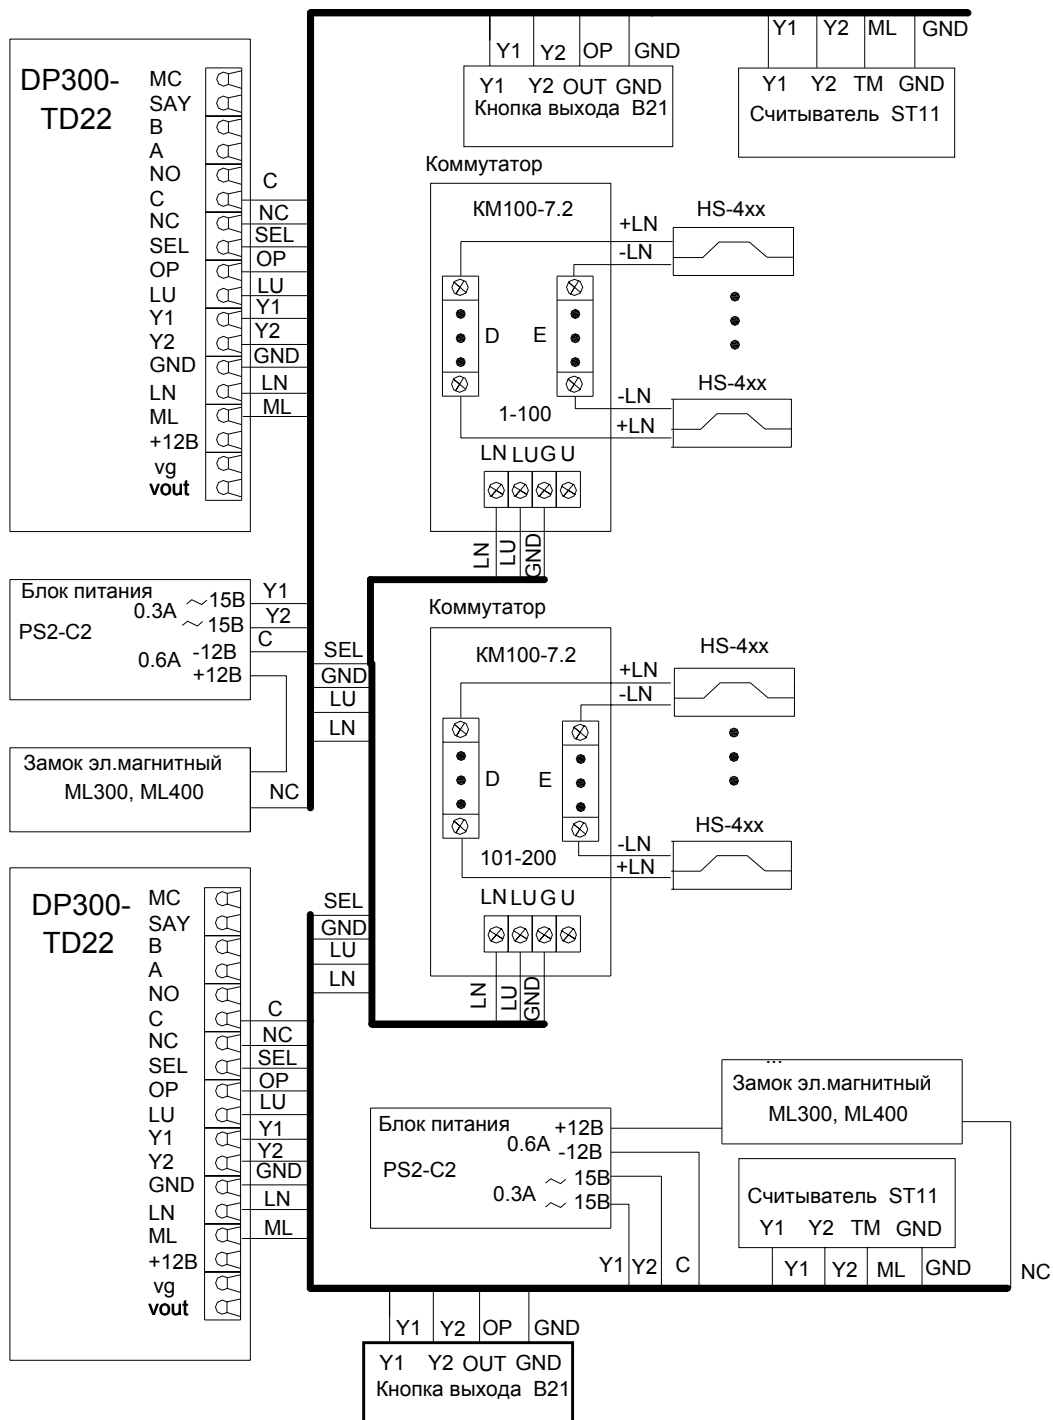

Рис.3 Пример схемы подключения DP300-TD22 в составе домофонного комплекса.
- "занято" – показывает, что разговорная линия занята другим блоком вызова, параллельно подключенному к данному блоку вызова (см.рис. 3)
Блок вызова соединяется с остальными блоками системы согласно приведенной монтажной схеме (рис.3).
Блок питания подключается к замку и блоку вызова согласно приведенной монтажной схеме (рис.3). Блок питания и коммутатор имеет специальные клеммные колодки для подключения проводов с соответствующими обозначениями. Для подключения блока питания к сети 220 В **обязательно(!)** должна быть установлена розетка.
С абонентскими пультами коммутатор соединяется согласно приведенной монтажной схеме (рис.3) по двум десятипроводным шинам, проложенным в стояке
Пульт подключается к соответствующим проводам (клемма «+» пульта к шине десятков D0..D9 коммутатора, клемма «-» к шине единиц E0..E9 коммутатора). Схема соединений блоков комплекса приведена на рис.3.
Электромагнитный замок подключается к блоку питания и к блоку вызова согласно схеме на рис.3. Цепи коммутации электромагнитного замка в блоке вызова содержат схему размагничивания. При подключении следует соблюдать полярность напряжения, указанную на схеме, во избежание выхода из строя блока вызова.